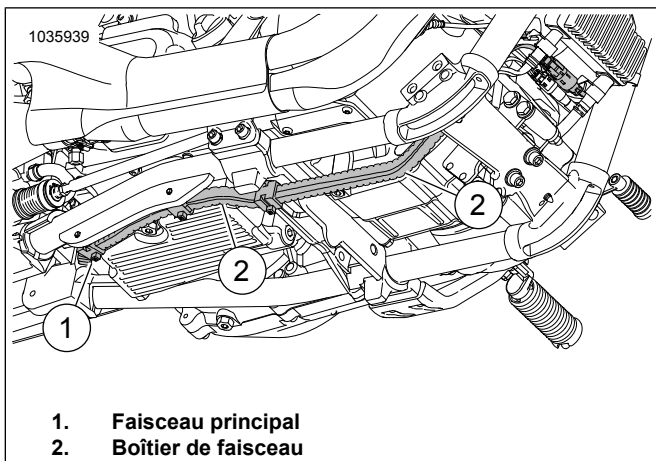

Figure 44. Boîtier de faisceau
14. Voir Figure 44. **Capteur d'oxygène avant (câble de faisceau long) :**
- b. Localiser le faisceau principal (1) menant au boîtier de faisceau (2).
- c. Acheminer le faisceau le long du boîtier du faisceau principal (2), vers le connecteur de capteur d'oxygène avant.
- e. Fixer le faisceau sur le côté intérieur du boîtier de faisceau (2) avec serre-câbles selon les besoins.